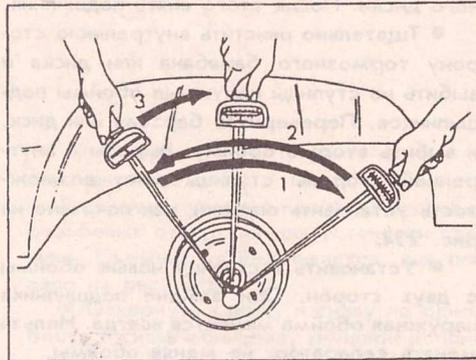

Рис. 223. Три этапа регулировки подшипников заднего колеса.
- Опять отвернуть гайку крепления подшипника и вновь ее затянуть, но в этот раз моментом 5 Нм. Ступицу повернуть три-четыре раза вправо и влево, чтобы подшипник занял свое место. Еще раз затянуть гайку моментом 5 Нм. На рис. 223 показана установка колесного подшипника в три этапа.